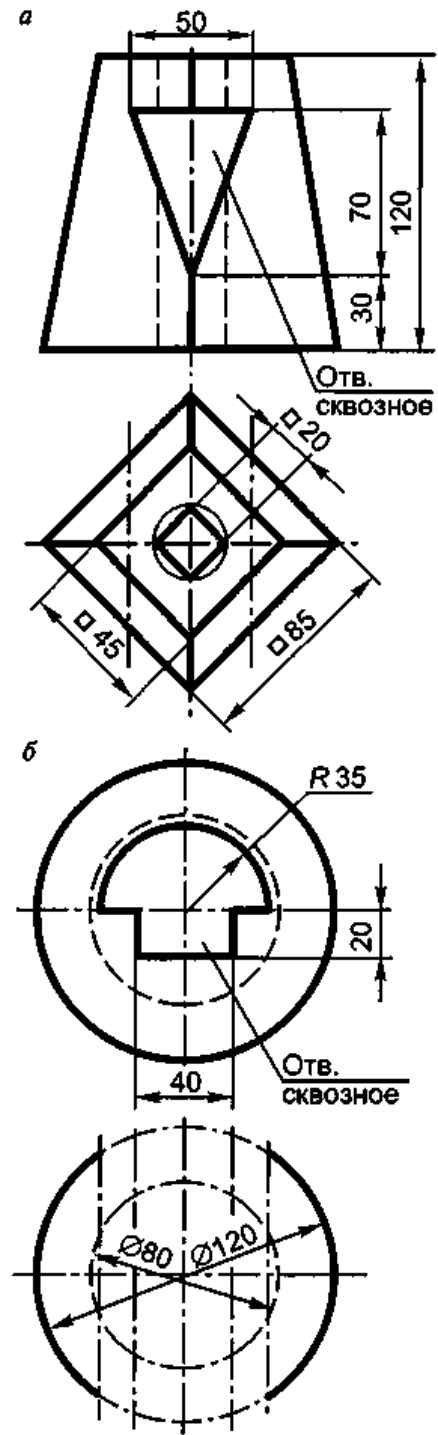

Рис. 2.32
22. Выполнить чертежи четырехугольной пирамиды (а) и пустотелой сферы (б) с окнами в трех проекциях с тремя разрезами каждой (рис. 2.32).